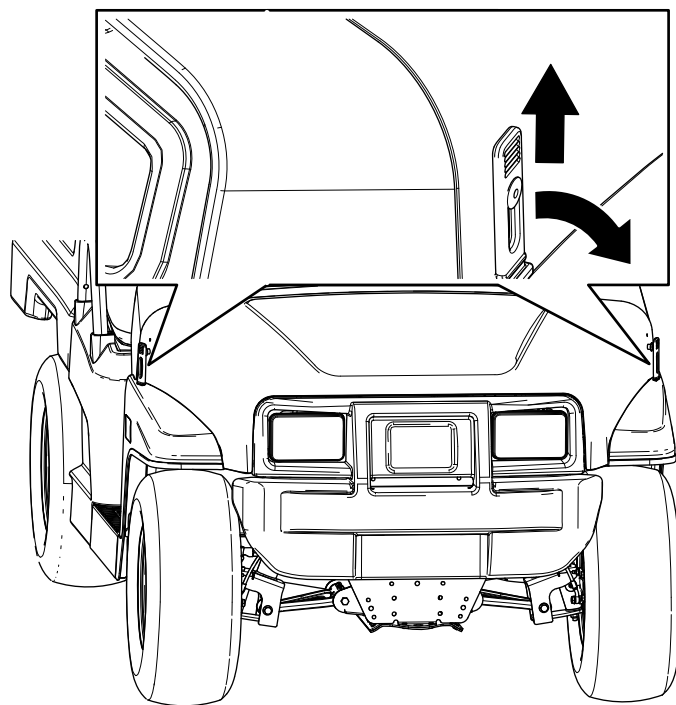

Figure 24
- Soulevez la poignée des loquets en caoutchouc de chaque côté du capot (Figure 24).
- Fixez le capot en place en alignant les loquets en caoutchouc sur les ancrages de verrouillage de chaque côté du capot (Figure 24).